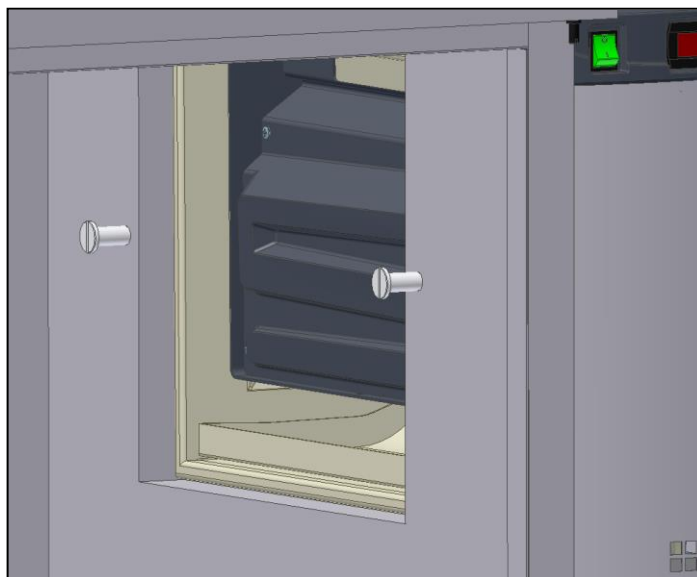

Fig. 14
- Apertar **V6** com 2 casquilhos, pelo interior do painel lateral direito (Fig. 14);